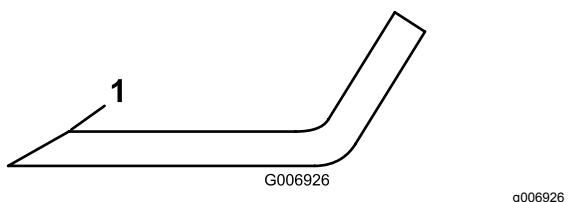

Bild 68
- Untersuchen Sie die Schnittkanten aller Messer. Schärfen Sie alle stumpfen und ausgekerbten Schnittkanten. Schärfen Sie nur die Oberseite der Schnittkante und behalten dabei den ursprünglichen Schnittwinkel bei, um die Schärfe des Messers zu gewährleisten (Bild 68).
- Wenn das Messer stumpf ist oder Kerben hat, schärfen Sie nur die Oberseite der Schnittkante und behalten den Originalschnittwinkel bei (Bild 68).